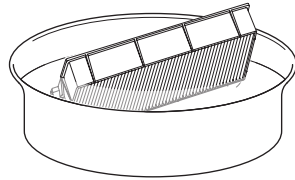

Figura 1
1) Lave la unidad de filtro de aire. (Figura 1)